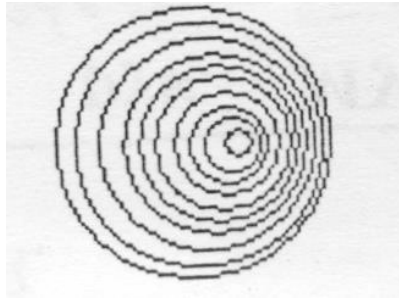

Рис. 2
3	Перегибаем детали лицевыми сторонами внутрь и прокладываем вторую строчку, отступая от края на 0,5-0,7 см. Припуски ткани на шов закрыты строчкой (Рис. 2)
3. Определите по рисунку торцевого разреза ствола дерева (Рис. 2) сколько было лет дереву. Ответ впишите цифрой.